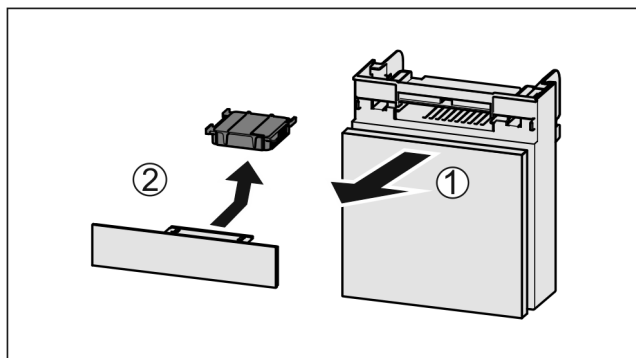

Fig. 73
- ▶ Wyciągnąć Fig. 73 (1) komorę do przodu.
- ▶ Wyjąć Fig. 73 (2) filtr z węglem aktywowanym.